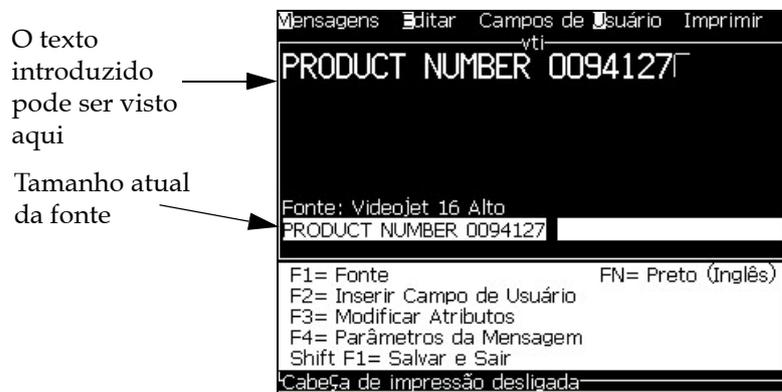

Figura 5-5: Criar nova mensagem
- 4 Pressione a tecla *Enter*. A tela do Editor de mensagens aparece (veja Figura 5-5 na página 5-25).